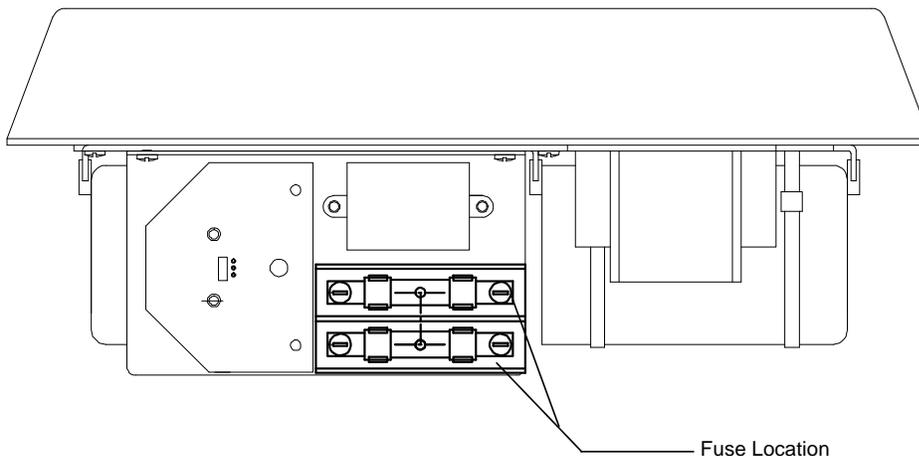
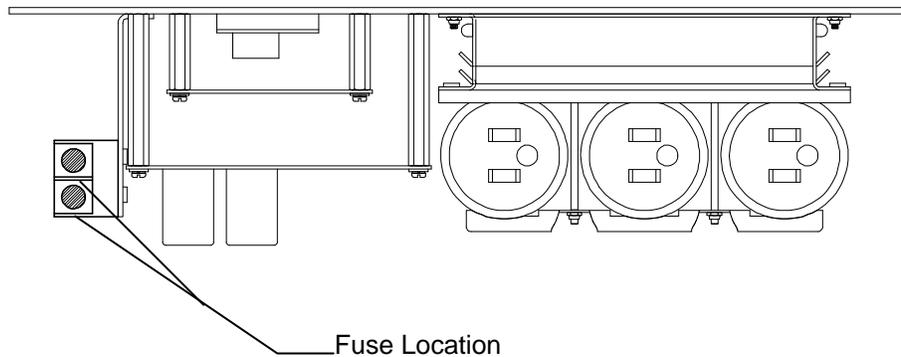

Figura 9-2: Fusibles secundarios del transmisor BITE 2 (vista frontal)
Figura 9-3: Fusibles secundarios del transmisor BITE 2P (vista frontal)
La salida del **transmisor** esta protegida con dos fusibles de 15 ATM y 600 V. Estos fusibles han sido instalados para proteger al operador de un posible shock y a los circuitos del BITE 2/2P en caso de fallo catastrofico de los componentes. Los fusibles secundarios estan montados en la parte inferior del panel base dentro del **transmisor** BITE 2 como muestra la Figura 9-2. Ver Figura 9-3 para la configuracion. Los fusibles estan coordinados para una respuesta rapida a una intrusion de corriente de la bateria en ensayo.
5. Localizar el portafusibles en la placa frintal del chasis del transmisor (ver Figura 9-2 mostrada anteriormente). El fusible deberia ser de 15 ATM o 15 KLM.
5. Localizar el portafusibles en la placa frontal del chasis del transmisor (ver Figura 9-2 mostrada anteriormente). El fusible debería ser de 15 ATM o 15 KLM.